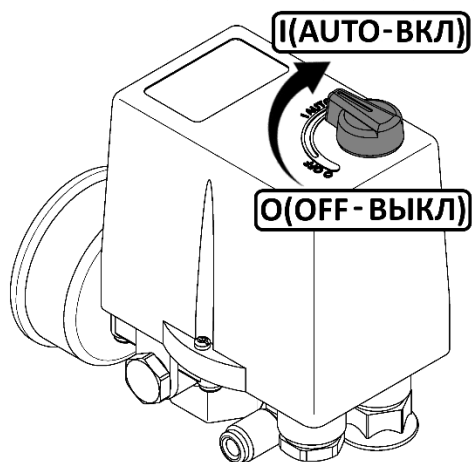

Рисунок 4
- Проверьте, чтобы выключатель на реле давления находился в выключенном положении «O» (рисунок 4).
- Выключить компрессор выключателем **3** на реле давления (рисунки 5-6). Для этого необходимо переключить выключатель в положение «**0**» (рисунок 4). После этого остановится двигатель и произойдет сброс давления из нагнетательного воздухопровода и поршневого блока.
- Переключите выключатель **3** на реле давления в положение «**0**» (рисунок 4).